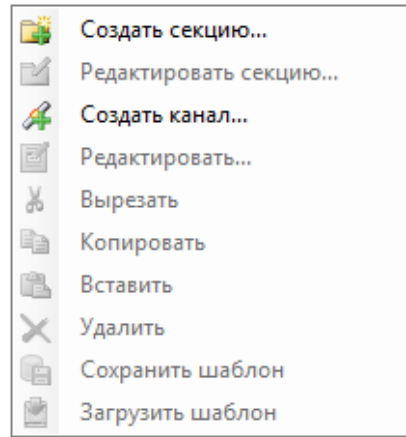

Рисунок 3.39 – Модуль Server. Общий вид контекстного меню
- 3 Вызвать контекстное меню и выбрать соответствующую команду (рисунок 3.39).